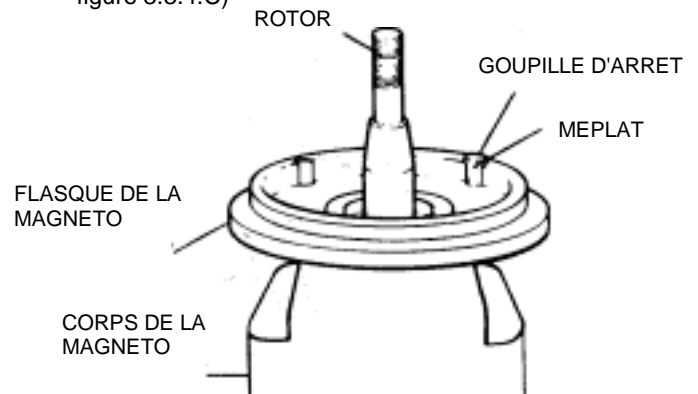

Figure 3.3.4.C
1. Vérifier si la goupille d'arrêt présente un relâchement, des craques ou de la corrosion. Aucune de ces conditions n'est acceptable. Remplacer le corps de magnéto si nécessaire. (Voir figure 3.3.4.C)